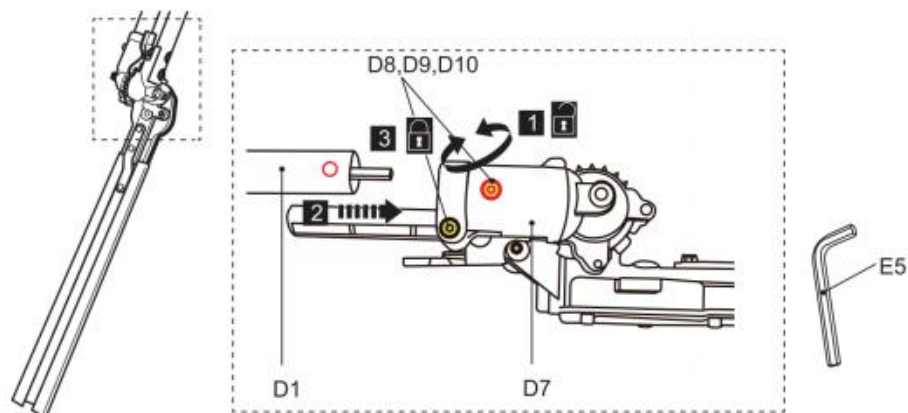

Fig. 20
1) Allentare i bulloni (D8) utilizzando l'attrezzo (E5) fino a quando è possibile inserire il palo inferiore (D1) nel supporto (D7) (Fig. 20, passo 1). Non rimuovere i bulloni (D8), le rondelle elastiche (D9) e le rondelle (D10) dal supporto (D7).
2) Allineare e inserire l'asta inferiore (D1) nel supporto (D7) con un movimento rotatorio fino all'arresto finché il foro di montaggio non è allineato con il bullone. Utilizzare la freccia per facilitare l'allineamento. (Fig. 20, passaggio 2).
3) Stringere i bulloni (D8) per fissare il palo inferiore in posizione (Fig. 20, passo 3).